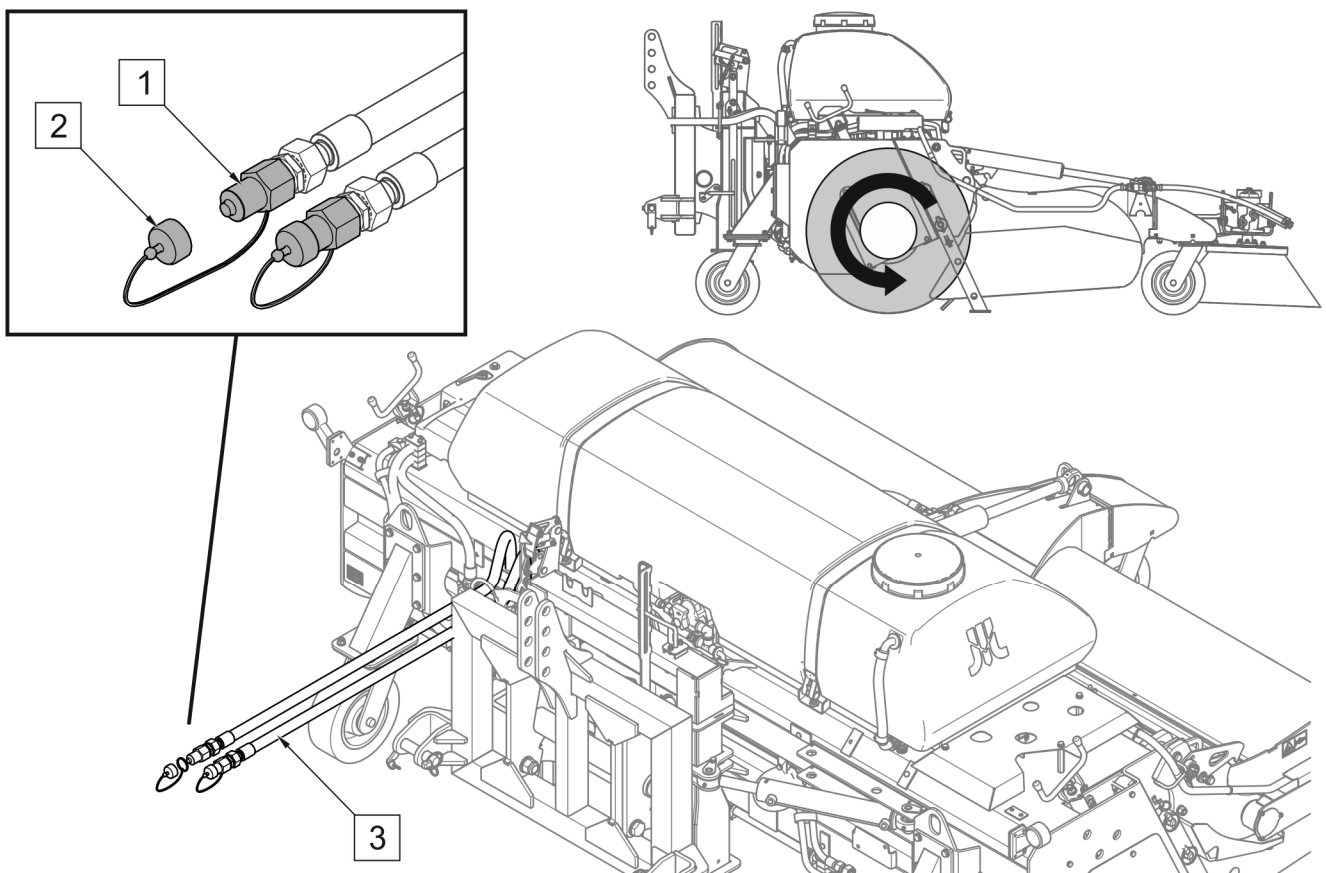

ABBILDUNG 4.4 Anschließen der Hydraulik
- Die Stecker der Hydraulikleitungen (ABBILDUNG 4.4) an die entsprechenden Muffen am Trägerfahrzeug anschließen. Den Stecker der Elektroinstallation an die 3-polige 12 V-Steckdose anschließen.
(1) - Stecker der Hydraulikanschlüsse; (2) - Abdeckkappen; (3) - Hydraulikleitungen;
Die Stecker der Hydraulikanschlüsse (1) an die Muffen eines Teils des Verteilers der externen Hydraulik des Trägerfahrzeugs mit Dauerbetriebsfunktion und Möglichkeit zur Änderung der Umlaufrichtung des Öls anschließen (ABBILDUNG 4.4).